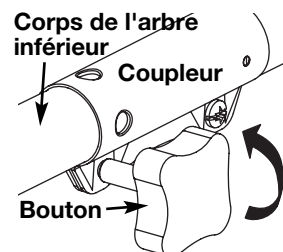

Fig. 20
2. Dévissez le bouton vers la gauche (Fig. 20).